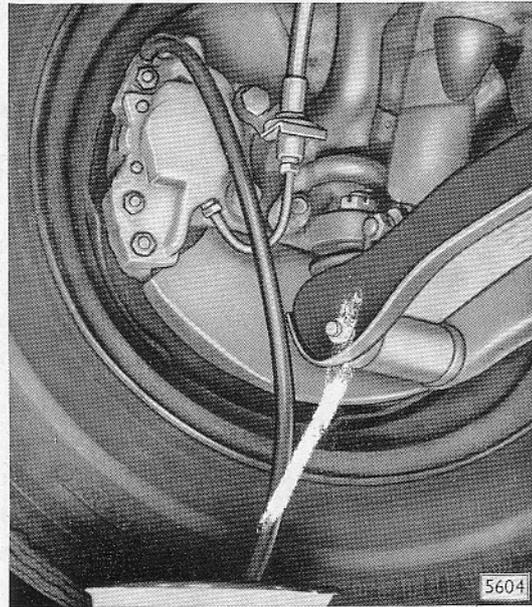

Bild B 3 - Vorderrad-Scheibenbremsen entlüften – Entlüftung am linken Bremssattel gezeigt
2. Linken und rechten Bremssattel am Entlüftungsventil auf der Innenseite jedes Sattels mit Entlüftungsschlauch und Auffanggefäß entlüften (Bild B 3). Hierbei Ventil etwa eine halbe Umdrehung öffnen und so lange offen lassen, bis klare, luftfreie Bremsflüssigkeit ausfließt.